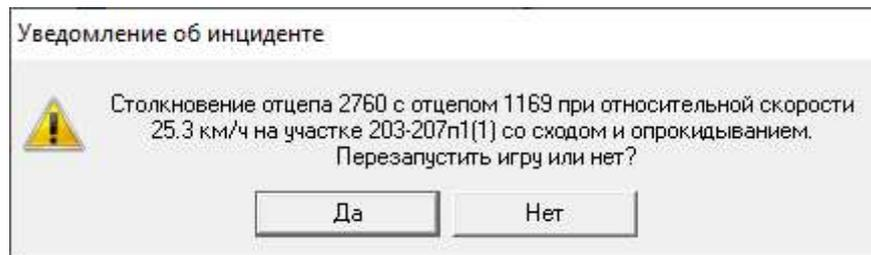

Рисунок 8.15. Окно-уведомление о сходе состава с опрокидыванием
2) При столкновении отцепов на относительной скорости более 25 км/ч или при необеспечении габаритности стрелочного участка (Рисунок 8.14) сопровождается уведомлением (Рисунок 8.15).
Уведомления об инцидентах появляются только на компьютере преподавателя (Рисунок 8.15), а уведомления о достижении предельного количества инцидентов появляется и на компьютере преподавателя (Рисунок 8.17), и на шести экранах визуализации станции (Рисунок 8.16).